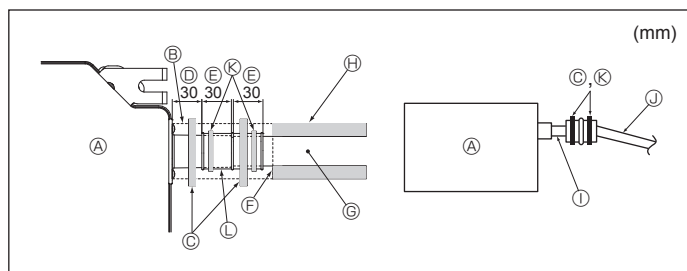

Fig. 6-2
1. Koble dreneringsmuffen (følger med enheten) til avløpsporten. (Fig. 6-2)